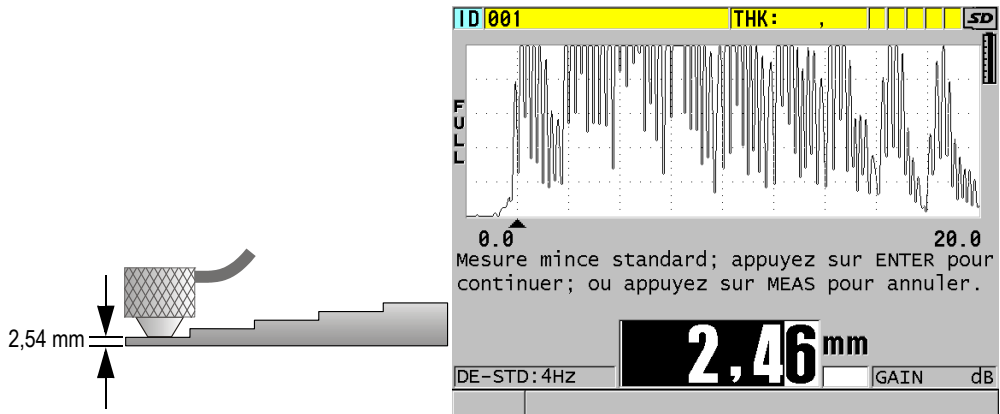

Figure 5-5 Étalonnage du zéro à l'aide d'un bloc étalon à 5 gradins
2. Pour effectuer l'étalonnage du zéro (voir la Figure 5-5 à la page 81) :